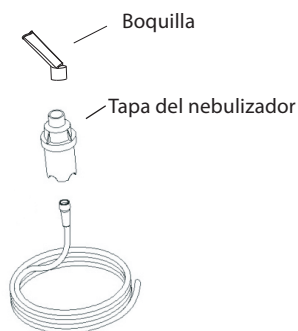

Figura 5
8. Si usa la boquilla, fíjela firmemente en un extremo del tee. El tubo corrugado debe estar unido al extremo opuesto del tee. A continuación, fije el extremo restante del tee a la tapa del nebulizador. La tapa está diseñada para ajustarse firmemente (Figura 5).